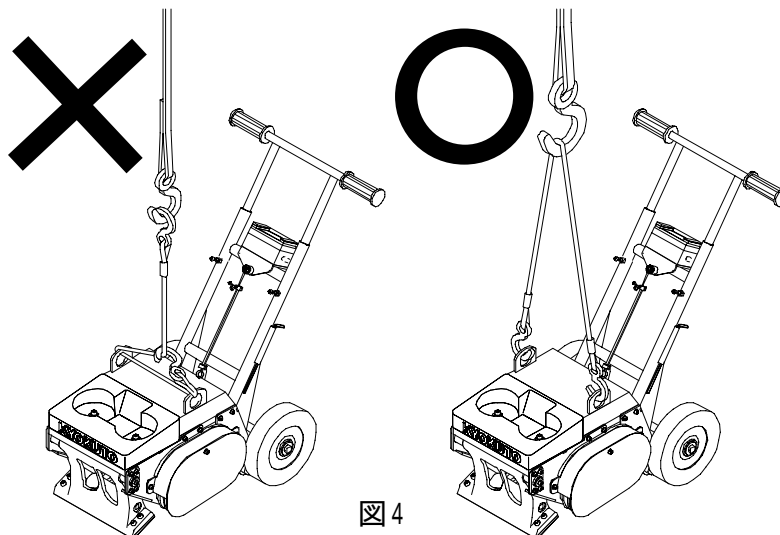

図4
- [1] 吊りフックに吊り具を掛けて、安全を確認しながら吊り上げます。(図4右側参照)
吊り具を吊りフック以外の場所に掛けたり、図4左側のように吊りフックに誤った掛け方をすると機械が破損する恐れがあります。